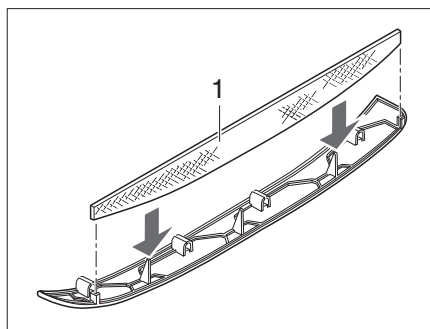
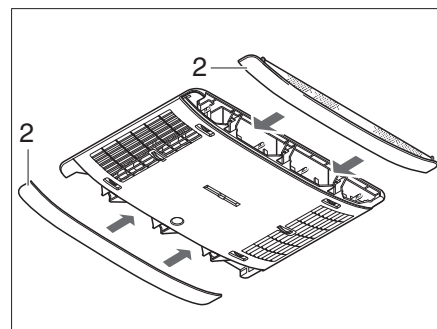

Bild 398 Flusenfilter Klimaanlage
Bild 399 Paneelen Klimaanlage
In den seitlichen Paneelen (Bild 399,2) befinden sich zwei Flusenfilter. Die Flusenfilter müssen in regelmäßigen Abständen, mindestens jedoch alle 6 Monate, gereinigt und bei Bedarf gewechselt werden.
- Paneele (Bild 399,2) vom Luftverteiler abziehen und Flusenfilter (Bild 398,1) reinigen oder bei Bedarf wechseln.